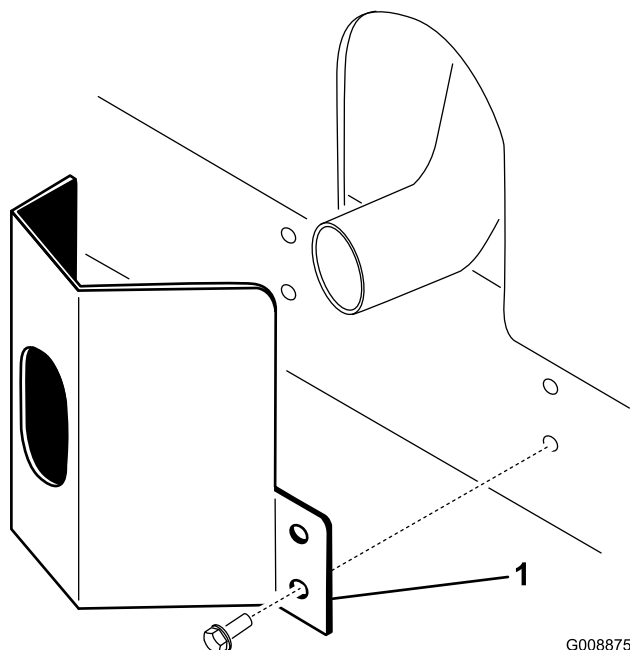

図 11
1. フレームについている取り付け穴に合わせてマフラー部にガードを取り付ける図 11。
2. タップねじ本で固定する図 11。